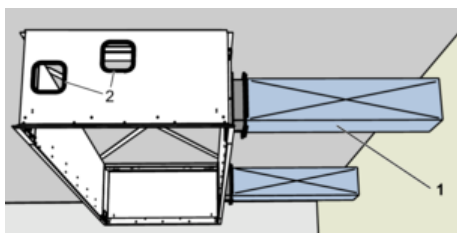

Abb. 19: Luftleitung an Zarge anschließen
4. ▶ Luftleitung (Abb. 19/1) zwischen Zarge und Wandöffnung herstellen. Dabei auf Dichtigkeit der Anschlüsse achten. Kondensatbildung muss durch geeignete Maßnahmen, z.B. Dämmung der Leitungen, verhindert werden.
Für eine einfache Montage des Lüftungsgerätes (ggf. auch zeitlich versetzt zur Zargenmontage) empfehlen wir, die Anschlüsse für Wasser, Strom und Kommunikation vorzubereiten und diese in die dafür vorgesehenen Öffnungen an der Zarge (Abb. 19/2) einzuführen.